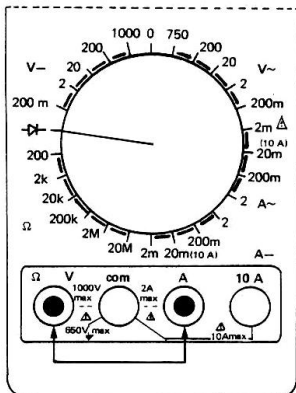

FIGURE 15
- Raccorder la borne « Ω/V » à la borne «A» (voir la figure 15 ci-dessous).